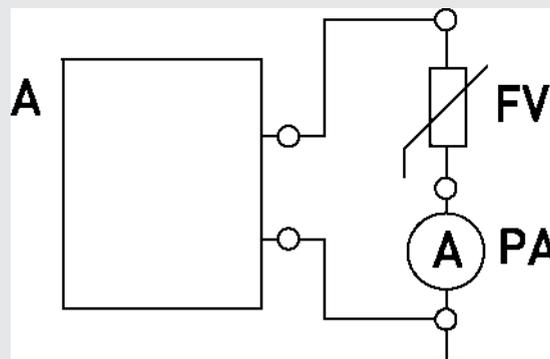

Рис. 7. Схема измерения тока утечки
- измерение действующего значения тока утечки по схеме, приведенной на рис. 7.